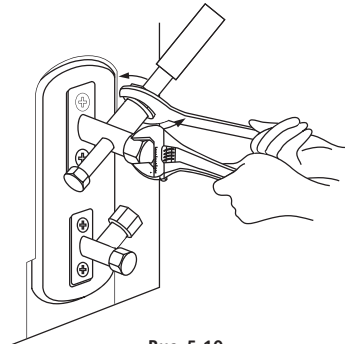

Рис. 5.10
4. Захватите ключом корпус вентиля. Не захватывайте ключом гайку, которая уплотняет сервисный вентиль (см. рис. 5.10).